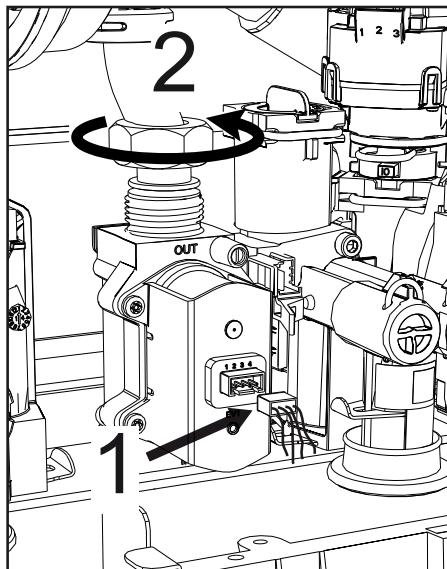

fig. 42
- Deconectați conexiunile electrice „1” (fig. 42).
- Deconectați furtunul de alimentare cu gaz „2” (fig. 42)